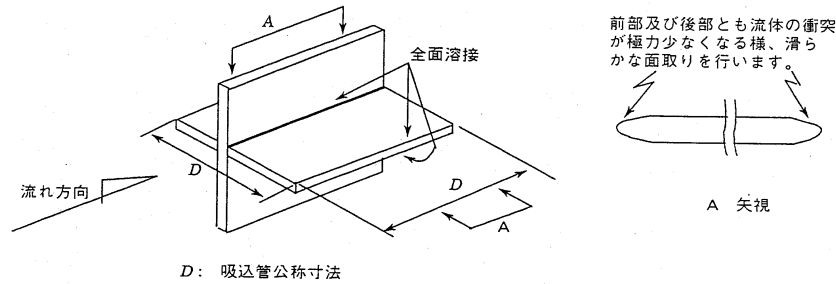

図 1
- 3) また吸込ラインには、曲がりによる流れの片寄り等による悪影響を極力少なくするため、整流格子をできるだけポンプ吸込口に近い場所に設けることをお勧めします。その大きさは図 1 のようにし、取付けは全面溶接にしてください。